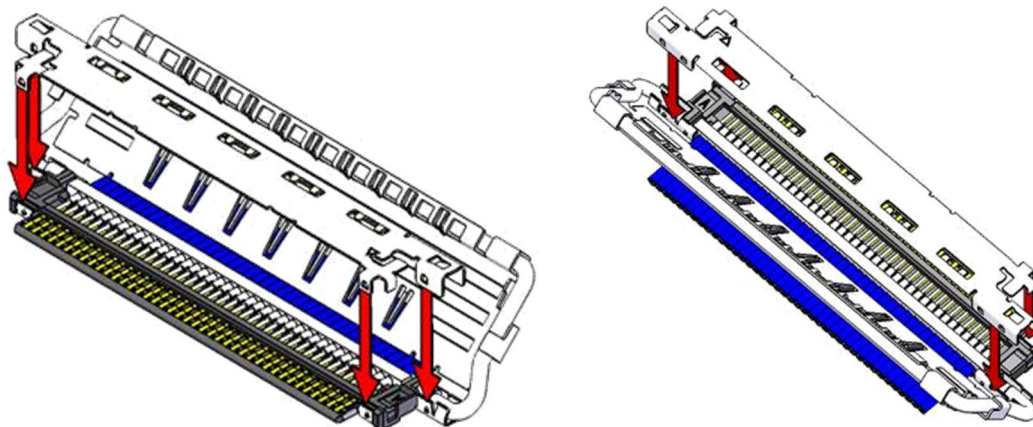

Fig.8 Assembly of Shell-A
- ② Fig.8 の様に Shell-A を Housing assembly から組み付ける。